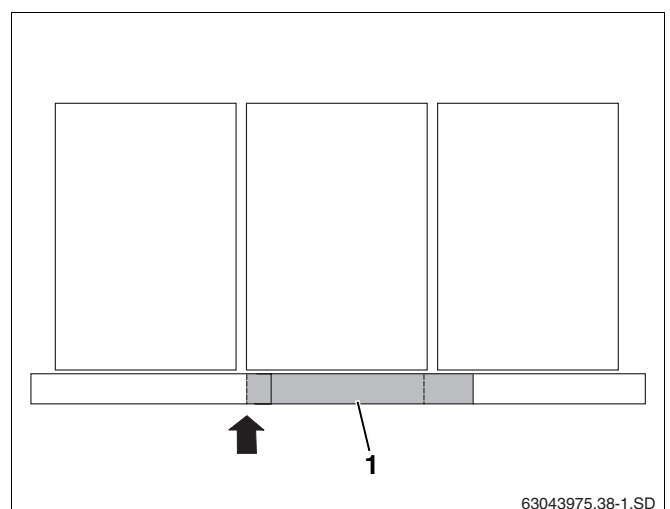

Fig. 45 Posicionamento da chapa de cobertura central no caso de colectores verticais
No caso de mais de dois colectores verticais são necessárias chapas de cobertura inferiores centrais (fig. 45, **item 1**). Estas devem ser montadas e alinhadas à esquerda do colector (seta).